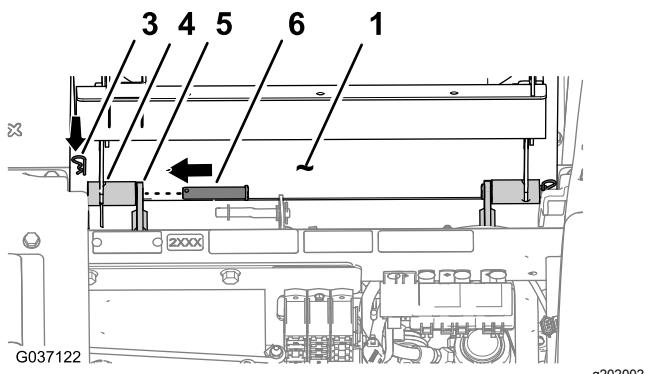

Figura 221
2. Allineate i fori nei raccordi orientabili della base del sedile con i fori nella staffa dello chassis (Figura 221).
3. Montate la base del sedile sulle staffe dello chassis con i 2 perni orientabili (Figura 221).
4. Fissate i perni orientabili sulla macchina con le 2 coppiglie (Figura 221).